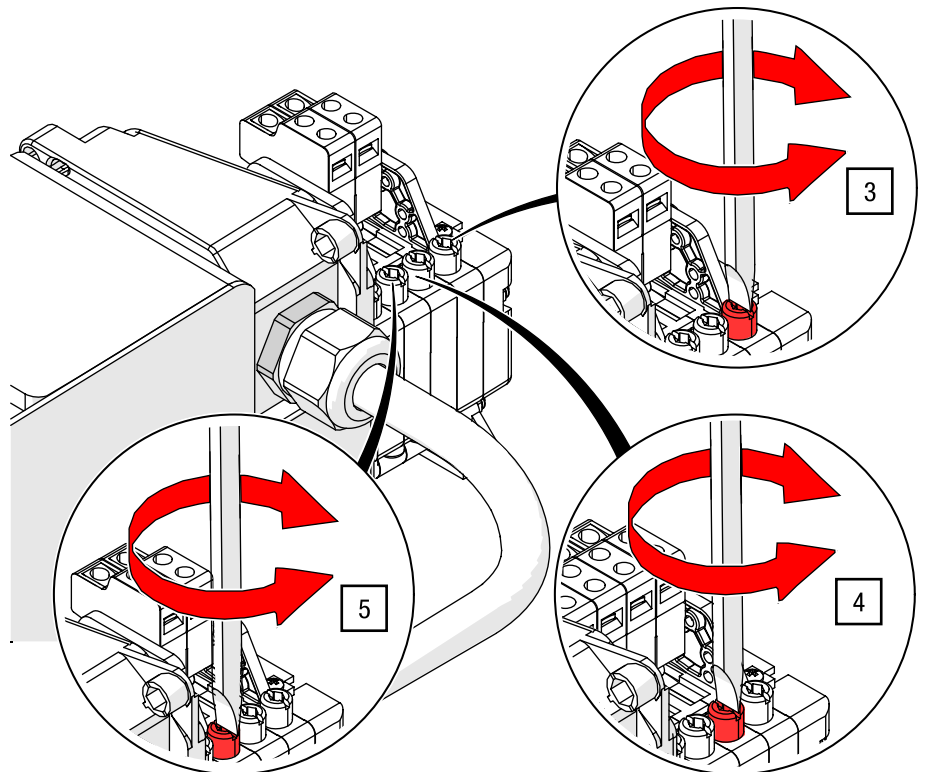

Abb. 45: Not-Endschalter einstellen – Einstellschrauben verstellen
(Abb. 45)
5 Beide Not-Enden im Block verstellen (Abb. 45)
3. Verstellen Sie die Einstellschraube für den Not-End unten, indem Sie das Einstellrad mit Schlitzschraubendreher / ISK im Uhrzeigersinn (nach oben) oder gegen den Uhrzeigersinn (nach unten) verstellen (siehe Abb. 45).
4. Verstellen Sie die Einstellschraube für den Not-End oben entsprechend Schritt 3 (siehe Abb. 45).
5. Verschieben Sie beide Not-Endpositionen im Block, indem Sie die Einstellschraube für beide Not-Enden mit einem Schlitzschraubendreher im Uhrzeigersinn (nach oben) und gegen den Uhrzeigersinn (nach unten) verstellen (siehe Abb. 45).